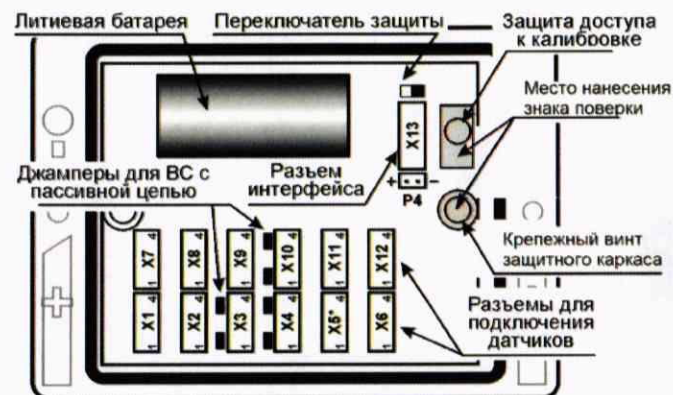

Рис.5.3 Размещение разъемов на модуле и мест нанесения знака поверки
В противном случае (если установлен адаптер RS485 или Ethernet) следует подключить к разъему X13 (рисунок 5.3) адаптер RS232, взяв его состава поставки «Комплекта соединителей ВКТ-7».
Знак поверки наносится на наклейку, защищающую доступ к кнопке «калибровка» на электронном модуле (платы) прибора и крепежный винт защитного каркаса электронного модуля внутри корпуса прибора (рисунок 5.3).
- установите в левое положение переключатель защиты (рисунок 5.3), при этом слева в нижней строке табло должен отсутствовать символ «д»;